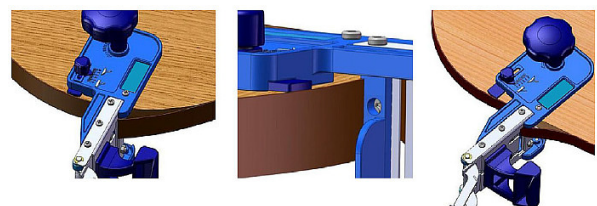

Abb. 2: Band-Ende kappen für Verleimung auf Stoß
Schritt 1: Die genaue Position des Werkzeugs für eine präzise Verleimung auf Stoß mit der Justierplatte einstellen, wobei die Justierplatte genau an der Innenkante des Bandes und der Anschlag genau am Bandanfang angesetzt sein muss (Abb. 2 Mitte).